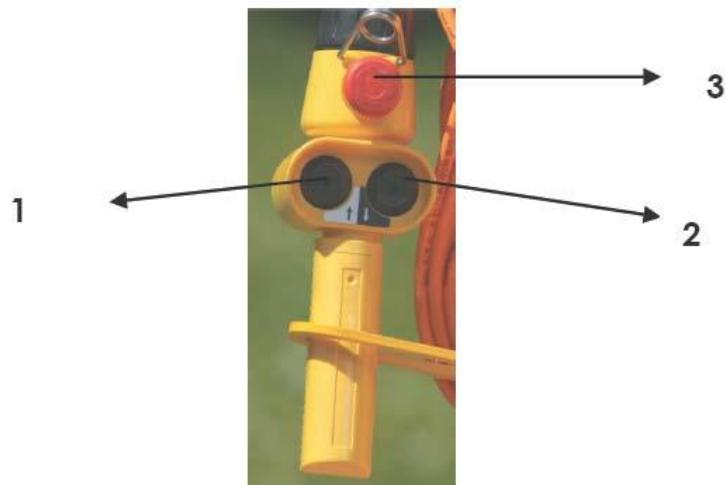

Bild 8
Auf der Bedienungskonsole (Bild 8) drücken Sie die linke Taste (Pos. 1), die Bremse aktiviert sich und der Hydraulikzylinder bewegt sich in die Stellung 1.
Vor dem Ziehen wird die Winde auf den Boden gelassen und geeignet gefestigt. Der Schlepper wird mittels der Handbremse eingebremst. Wenn die Gelenkwelle eingeschaltet ist und im Hydrauliksystem der benötigte Druck besteht, kann man mit dem Ziehen beginnen. Auf der Bedienungskonsole drücken Sie die rechte Taste (Pos. 2, Bild 8). Das Drahtseil beginnt sich auf die Trommel aufzuwickeln. Wenn man die Taste loslässt, bleibt das Draht stehen.
**Im Falle einer höheren Gewalt oder Unfallgefahr, sofort die rote Taste drücken (Pos. 3, Bild 8) und die Winde stoppt.**